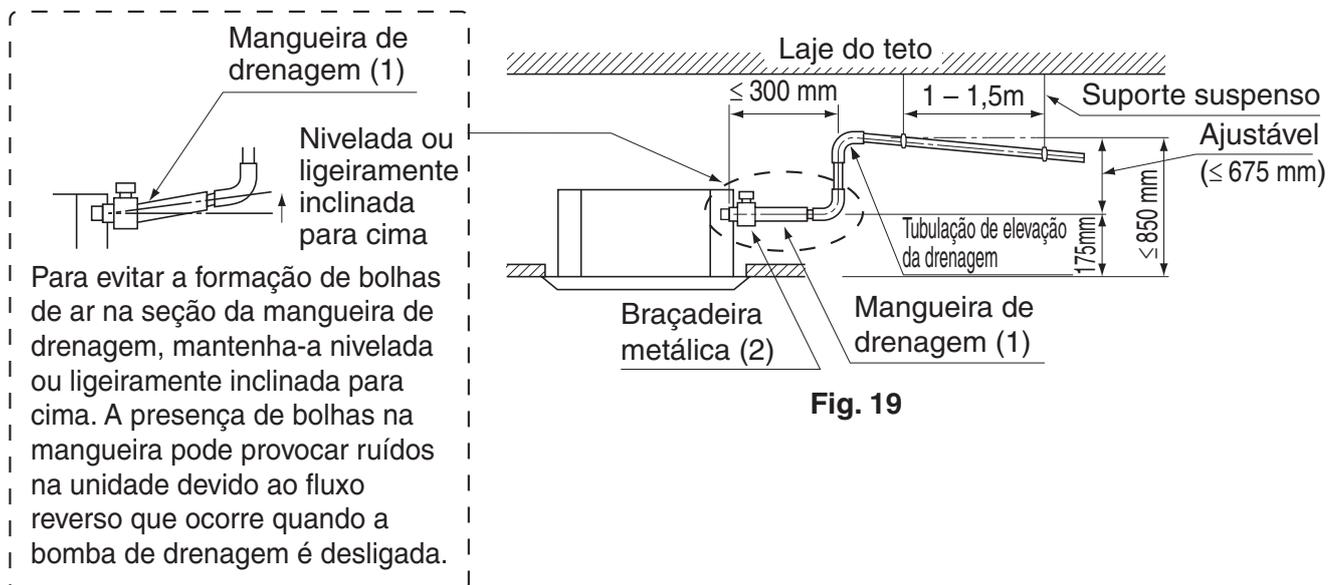

Fig. 19
(1) Tubulação de drenagem do equipamento.
- Se a tubulação de drenagem não puder ser inclinada de forma satisfatória, execute a tubulação de elevação do dreno. **(Consulte a Fig. 19)**